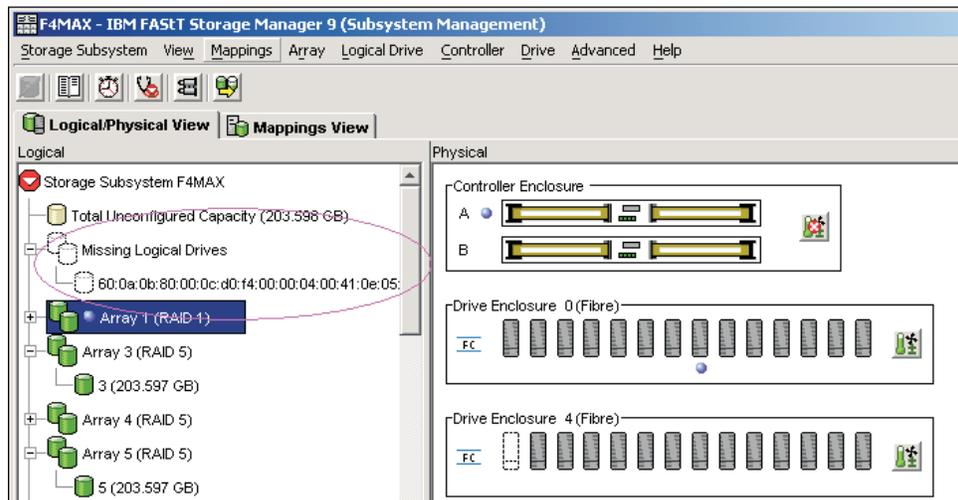

Figura 24. Visualização Lógica/Física de Gerenciamento de Subistema de Unidades Lógicas Ausentes (Firmware do Controlador Anterior à 7.xx.xx.xx)
- Se o firmware do controlador for inferior ao 7.xx.xx.xx, aguarde até o DS Storage Manager marcar as matrizes/unidades lógicas como ausentes na janela Storage Subsystem Management. Consulte o Figura 24.